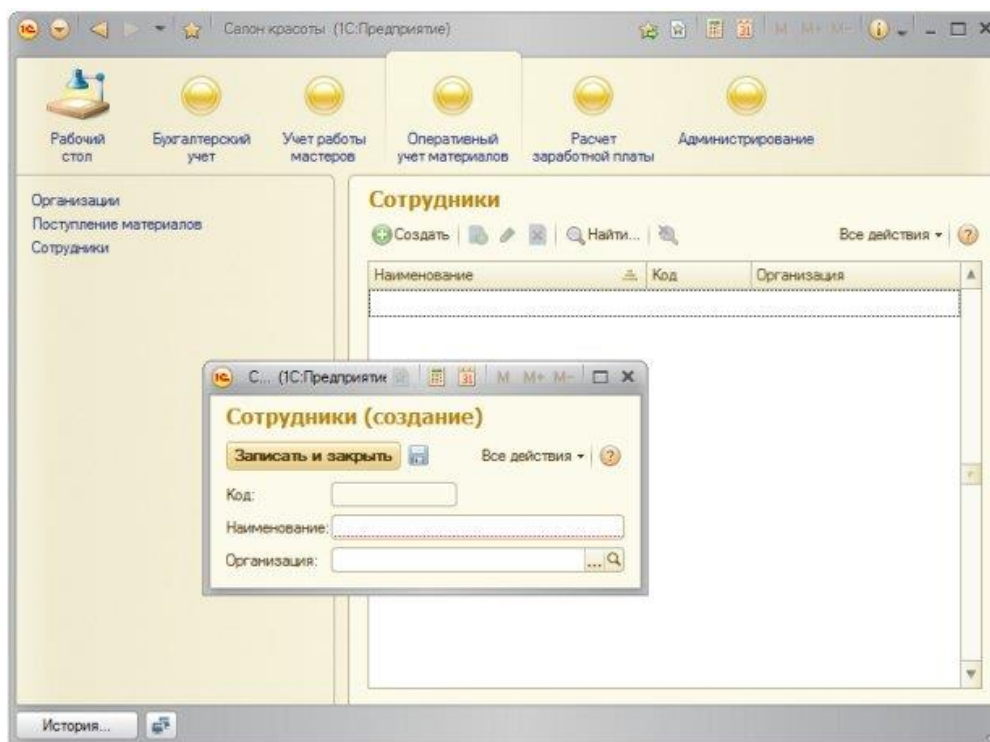

Рисунок 5.23- Справочник «Сотрудники»
9.8 Теперь откроем список справочника **Сотрудники** и нажмем на кнопку **Добавить**. Общий реквизит **Организация** у данного справочника присутствует, Рисунок 5.23.